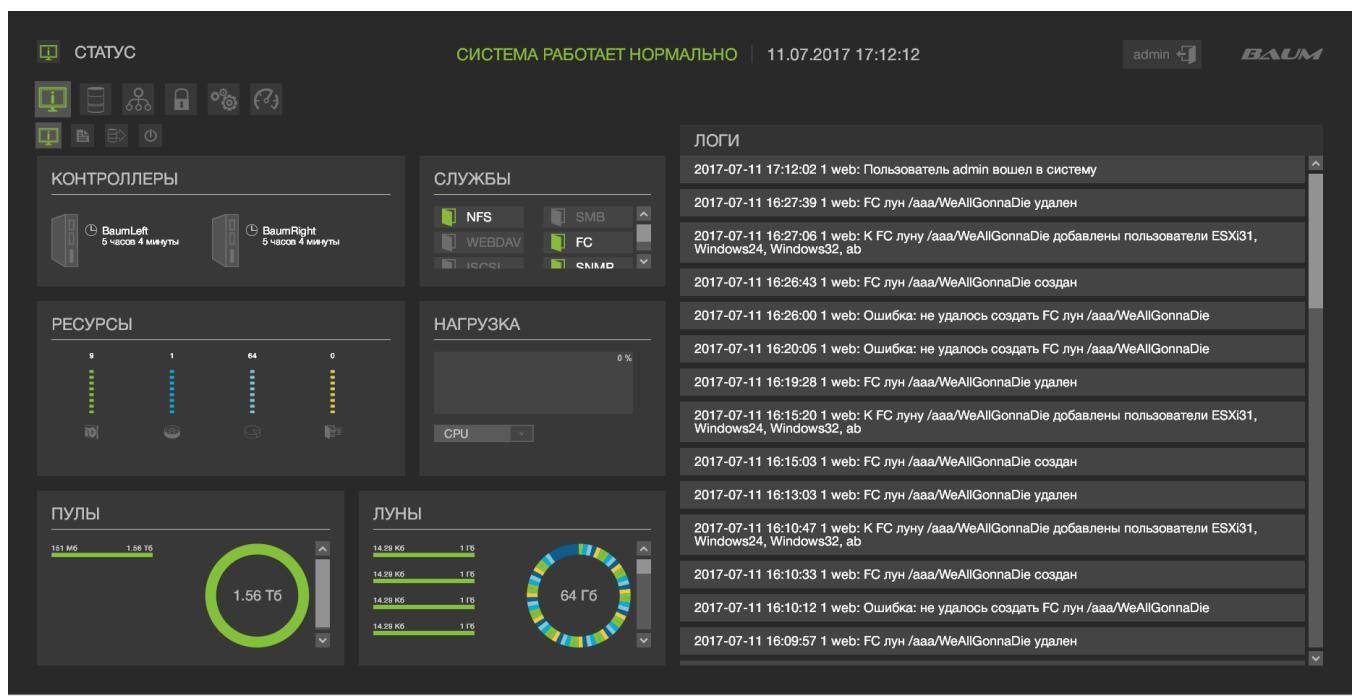

Рисунок 117 – Статус
- 1) Перейти на вкладку «Система» → «Статус» (см. Рисунок 117).